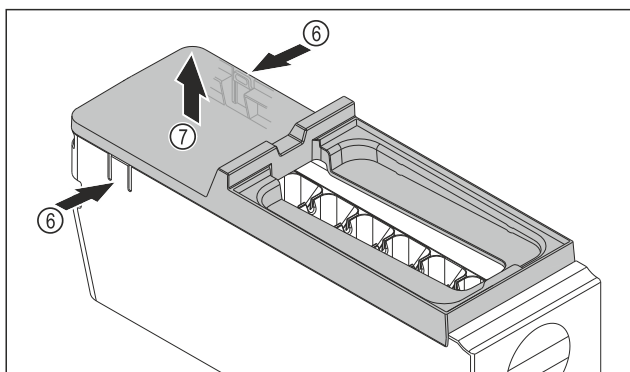

Fig. 77
- ▶ Изваждане на капака на корпуса на EasyTwist-Ice: Натиснете езичетата Fig. 77 (6) от двете страни на корпуса на EasyTwist-Ice с една ръка.
- ▶ С другата ръка извадете капака Fig. 77 (7) нагоре.